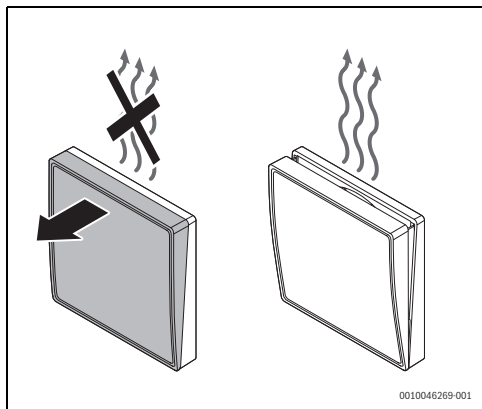

Bild 7
- Klappe auf Innenhaube montieren und offen lassen (→ Bild 7).